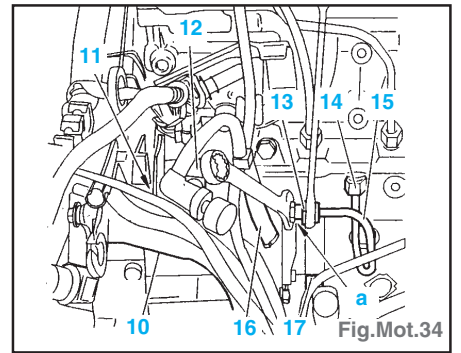

Fig.Mot.34
- Débrancher les connecteurs (11 et 17) (Fig.Mot.34).